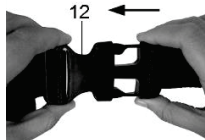

Рис. 21
- Подсоедините быстроразъемные соединения (12) (рис. 21) с каждой стороны.